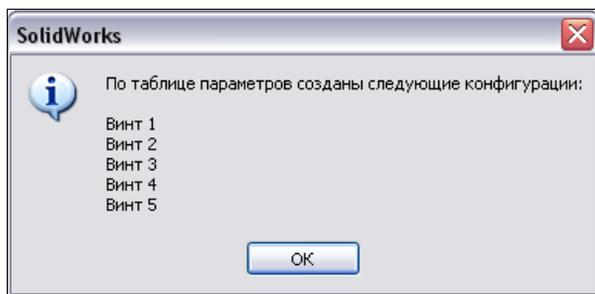

Рис. 3.31
4. После ввода всех данных, чтобы выйти из таблицы параметров, достаточно вывести указатель мыши за пределы контуров таблицы и щелкнуть. В результате программа выйдет из режима Microsoft Excel, и таблица исчезнет с экрана. На экране дисплея откроется окно с информацией о создании конфигураций детали (рис. 3.31). Одновременно будут сформированы конфигурации, параметры которых записаны в таблице.